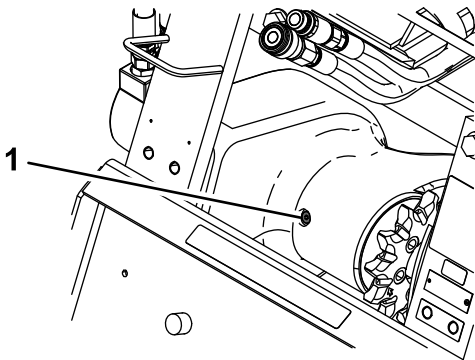

Bild 13
4. Reinigen Sie den Bereich rund um den Einfüllstutzen-Schraubverschluss am Lagergehäuse (Bild 13).
5. Entfernen Sie den Schraubverschluss vom Einfüllstutzen (Bild 13).
3. Reinigen Sie den Bereich rund um den Einfüllstutzen-Schraubverschluss am Lagergehäuse (Bild 13).
4. Entfernen Sie den Schraubverschluss vom Einfüllstutzen (Bild 13).